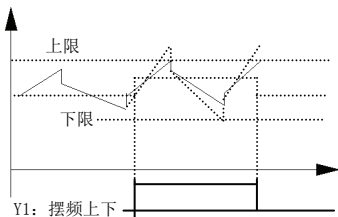

图 7-22 摆频幅度限制
**19：变频器过载预警信号 (OL)。**变频器输出电流超过 F19.06 过载预警检出水平，并且时间大于 F19.07 过载预警延迟时间，输出指示信号。
**20：变频器欠压封锁停机中 (LU)。**变频器运行过程中，当直流母线电压低于限定水平时，输出指示信号。
**28: 摆频上下限制。**选择摆频功能后若以中心频率计算所得摆频的频率波动范围超过上限频率 F01. 11 或低于下限频率 F01. 12 时, 将输出指示信号, 如图 7-22 所示。